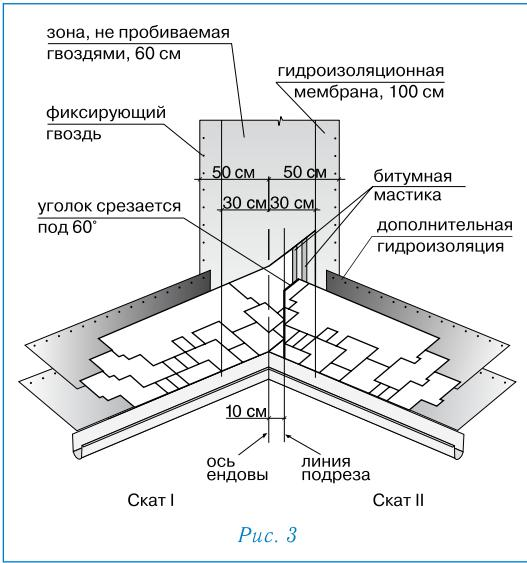

Рис. 3
### Ендова (рис. 3)
- лист, подходящий к ендовой со ската II, должен доходить до линии подрезки и обрезаться по ней. Верхний уголок обрезанного края листа подрезается под углом  $60^{\circ}$  ( $5 \times 3$  см — рис. 3);